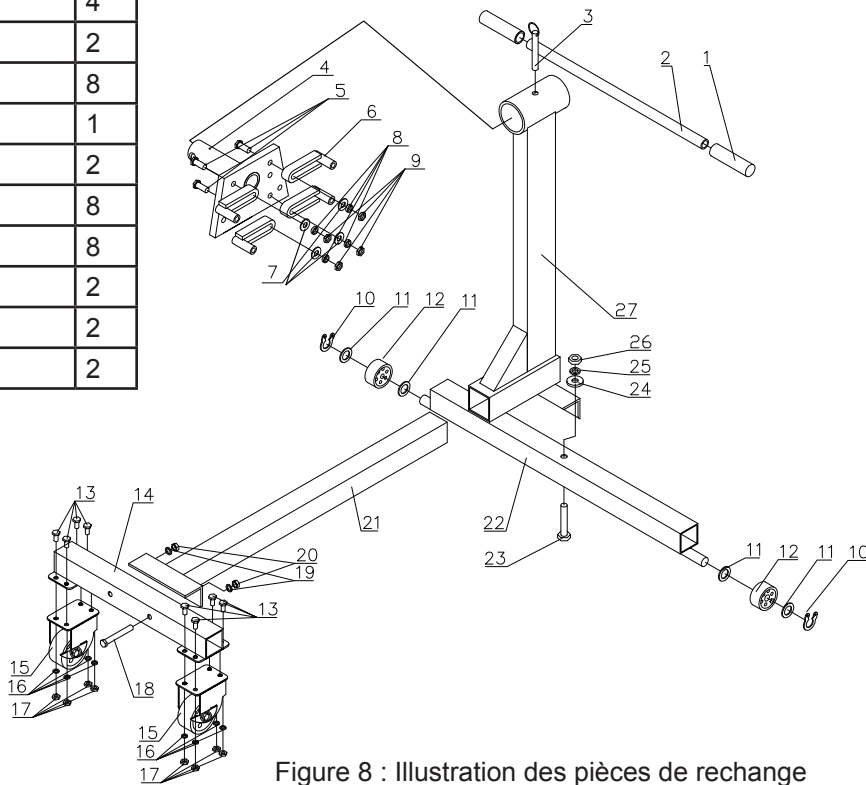

Figure 8 : Illustration des pièces de rechange
4. Pour faire pivoter le moteur, libérez lentement et avec précaution le mécanisme de verrouillage. Utilisez le levier du support pour faire pivoter le moteur, puis verrouillez de nouveau le mécanisme de rotation (voir figures 1 et 2). Pour le modèle 31256, actionnez lentement et avec précaution la manivelle (voir figure 8).